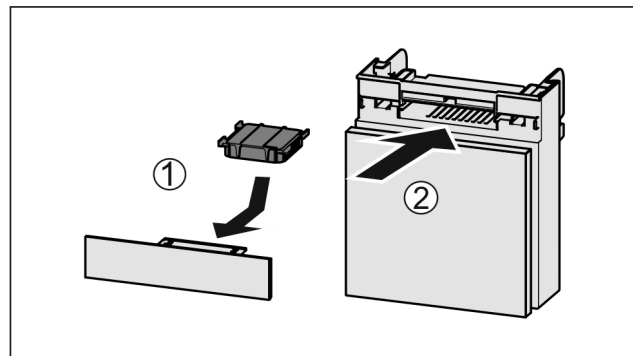

Fig. 176
- Insérer le filtre à charbon actif d'après le schéma Fig. 176 (1).
- Insérer le compartiment Fig. 176 (2).